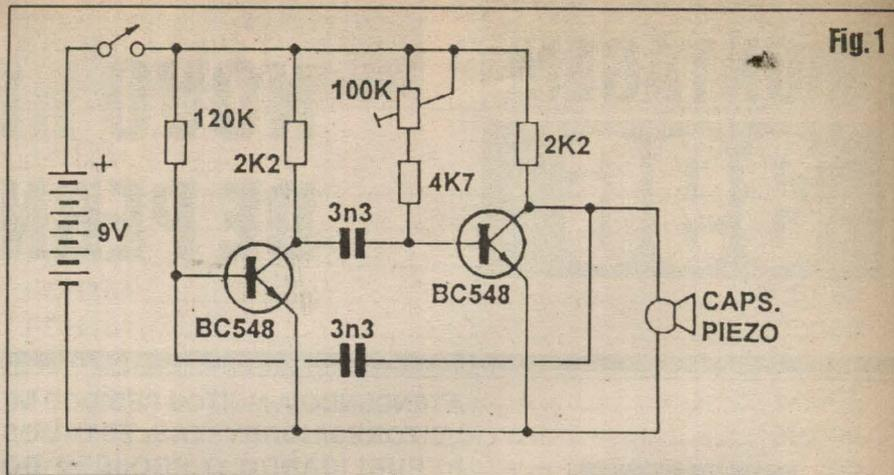

Fig. 1
- FIG. 1 - DIAGRAMA ESQUEMÁTICO DO CIRCUITO - Muito pouco a explicar, sobre arranjo tão óbvio, já mais do que conhecido dos hobbystas: um astável com dois transistores, arranjado de forma mais ou menos simétrica (salvo pelos ajustes permitidos via *trim-pot*), o tradicional *flip-flop*, no qual dois pequenos amplificadores de alto ganho apresentam ligação *cruzada*, com a saída de um aplicada à entrada do outro, e vice-versa... Na prática, todos os resistores e capacitores do circuito são co-responsáveis pela determinação da frequência final de oscilação, porém como um único deles é variável (o já mencionado *trim-pot*...), este permitirá *sintonizar* a oscilação, entre limites que vão - aproximadamente - de menos de 1 KHz até mais de 10 KHz... Na